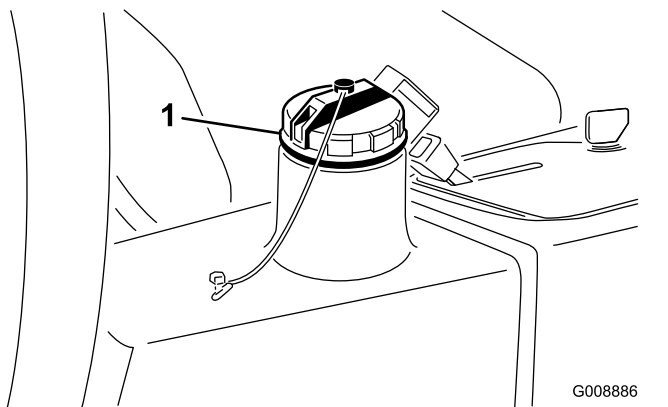

Figura 30
2. Limpie la zona alrededor del cuello de llenado y el tapón del depósito hidráulico (Figura 30). Retire el tapón.